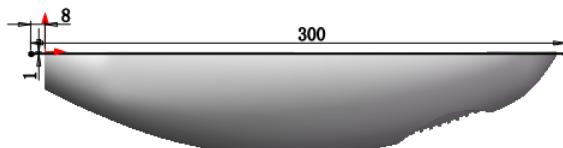

图 6.15.45 横断面草图
Step41. 创建切除-拉伸 2。选取上视基准面作为草图基准面，绘制图 6.15.45 所示的横断面草图；在该对话框**方向 1(1)** 和 **方向 2(2)** 区域的下拉列表中均选择**完全贯穿**选项；单击 按钮，完成切除-拉伸 2 的创建。